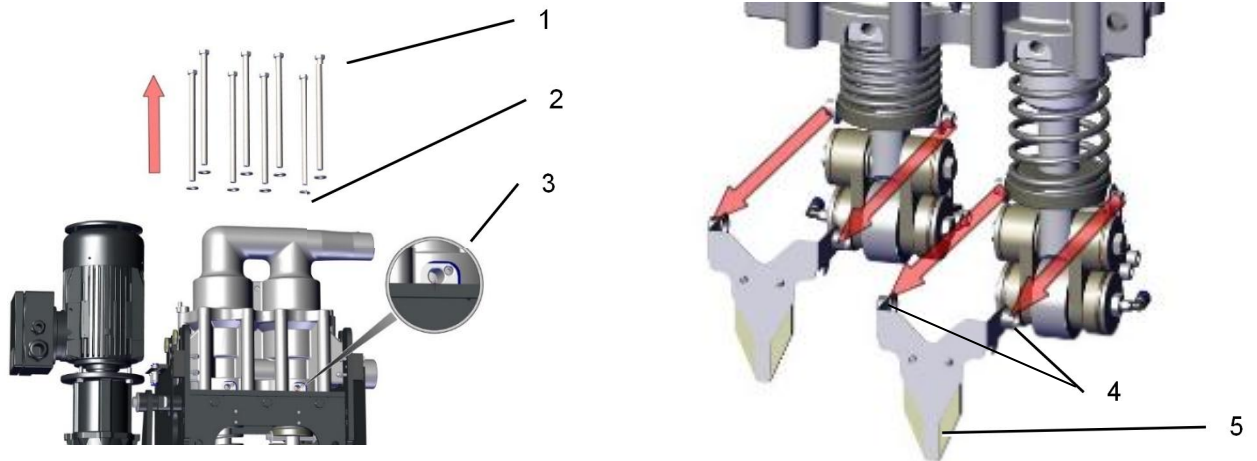

图 7-1：泵单元的拆卸
1. 轻轻掰开双摇臂悬架润滑装置 (5)，并沿着箭头所示方向将其从 M8 x 12 圆柱头螺栓 (4) 上拆下（图 7-1：泵单元的拆卸）。润滑装置的产品编号：53601752。
2. 用一把 19 mm 的环形扳手将八个 M12x220 六角螺栓 (1) 和垫圈 (2) 全部拆下（图 7-1：泵单元的拆卸）。
3. 用一把 4 mm 内六角扳手将四枚 M6x20 螺纹销 (3) 拧松两圈。